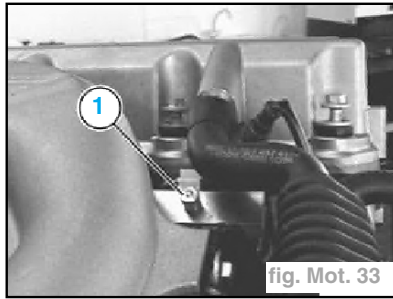

fig. Mot. 33
- Retirer le capuchon pare-poussière (1) du clapet de mesure de la rampe d'injection et raccorder l'outil **13 5 220**, (fig. Mot. 33)